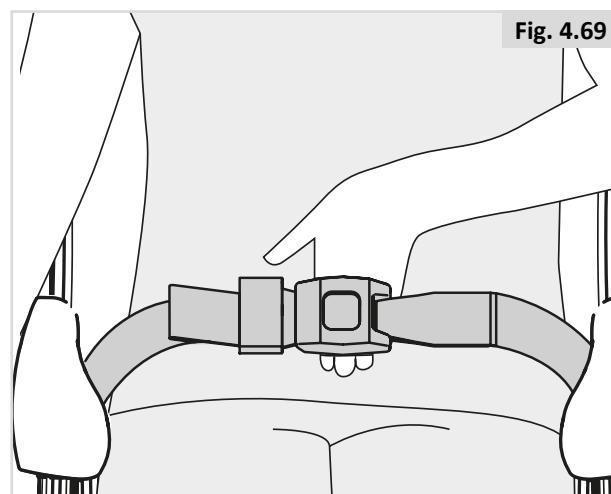

Fig. 4.69
- Hofteselen justeres efter behov, men for at opnå maksimal komfort og sikkerhed må der højst være plads til at føre en flad hånd ind mellem selen og kroppen, (Fig. 4.69).